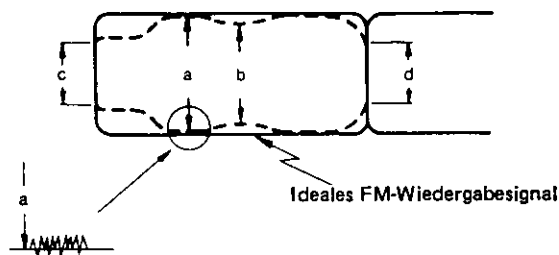

Abb. 2-18 FM-Ausgangssignal
4. Den Wert an der Stelle (a) entsprechend Abb. 2-18 ablesen. Zeigt sich bei (a) ein Sägezahn, so ist an einer beliebigen Stelle entsprechend der Detailzeichnung unten links in Abb. 2-18 abzulesen.